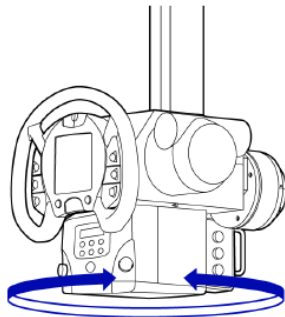

Fig. 1 Rotation autour de l'axe vertical
- Effectuez des inspections quotidiennes conformément au mode d'emploi du CH-200/CH-200M. En particulier, vérifiez la présence ou non d'anomalie telle que le dispositif du tube à rayons X qui pourrait tourner autour de l'axe vertical (voir la Fig. 1 ci-dessous) sans que vous ayez appuyé sur un bouton du panneau de commande. Si vous découvrez des anomalies, cessez d'utiliser l'équipement et contactez le représentant de la maintenance de Shimadzu.